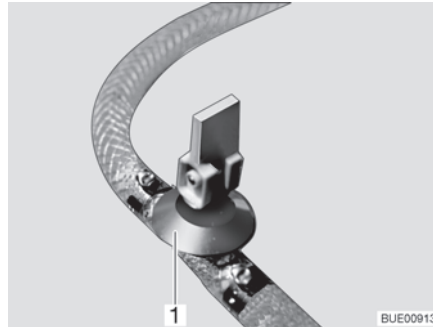

Fig. 143 Robinet de vidange
- Fermer le(s) robinet(s) de vidange. Placer le levier à bascule (Fig. 143,1) en position horizontale.
- Ouvrir le(s) robinet(s) de vidange (Fig. 143). Pour cela, placer le levier à bascule (Fig. 143,1) en position verticale. Le chauffe-eau se vide à l'extérieur.